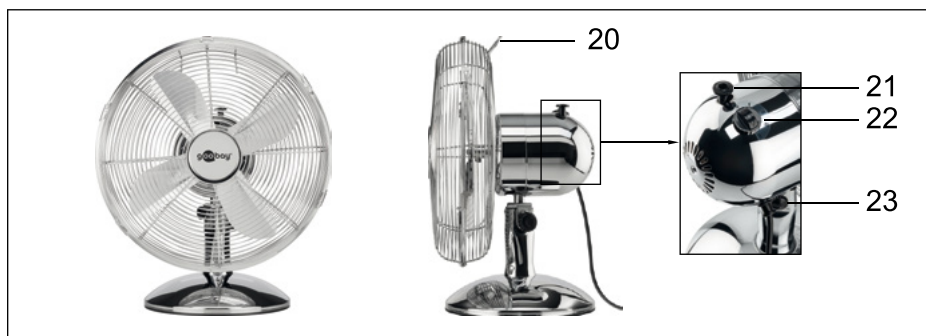

Fig. 75: Zmontowany wentylator biurkowy
1. Wentylator chwycić za rękojeść (rys. 75, nr. 20) i ustawić na stabilnej, poziomej i niezapyłonej powierzchni.
4. Poluzować śrubę do regulacji nachylenia (rys. 75, nr. 23).
Siłę nadmuchu można regulować trzystopniowo za pomocą przełącznika obrotowego (rys. 75, nr. 22):
**WŁ:** Wcisnąć sworzeń do regulacji obrotów (21, rys. 75) do obudowy silnika.